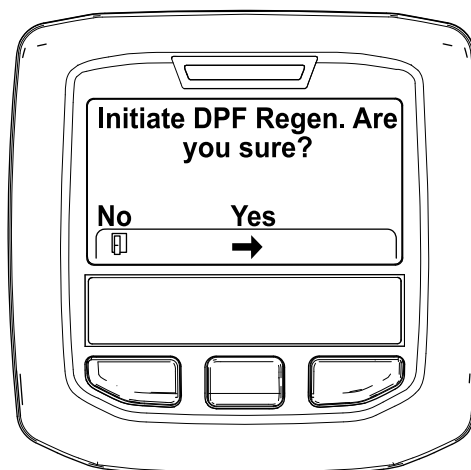

Figura 31
4. Quando viene visualizzato il messaggio "Inizializzare Rigen. FAP?" premete il pulsante centrale (Figura 31).